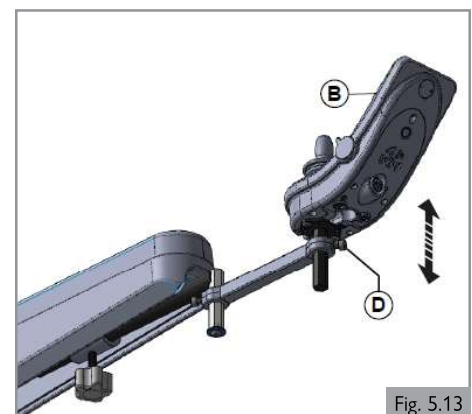

Fig. 5.13
Preajuste de la altura del mando (2) (Fig. 5.13)
1. Afloje el tornillo (D).
2. Deslice el mando (B) hasta la altura deseada.
3. Apriete el tornillo (D). Consulte el momento de fuerza M6 en la sección 8.